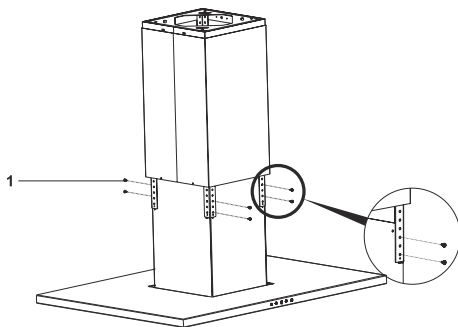

Fig. 14
1. ➔ Togliere la vite di fissaggio del foglio canna fumaria (Fig. 14).
Sollevare le lamiere e avvitare il prodotto alle barre di sospensione del prodotto con viti a testa cilindrica Phillips 3.5 x 9.5 R (Fig. 14).